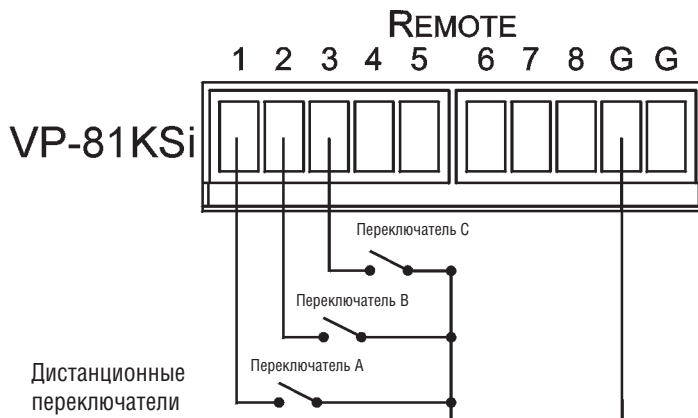

Рис. 6. Разводка контактов переключателя дистанционного выбора входа
В приведенном ниже примере (см. рис. 6) показано три переключателя (А, В и С), подключенных к дистанционно управляемым входам 1, 2 и 3 соответственно (возможно подключение до восьми переключателей). Нажатие переключателя А делает активным вход 1 на **VP-81KSi**, нажатие переключателя В делает активным вход 2, а нажатие переключателя С делает активным вход 3.
**Чтобы подключить дистанционные переключатели выбора входов в соответствии с примером, показанным на рис. 6:**